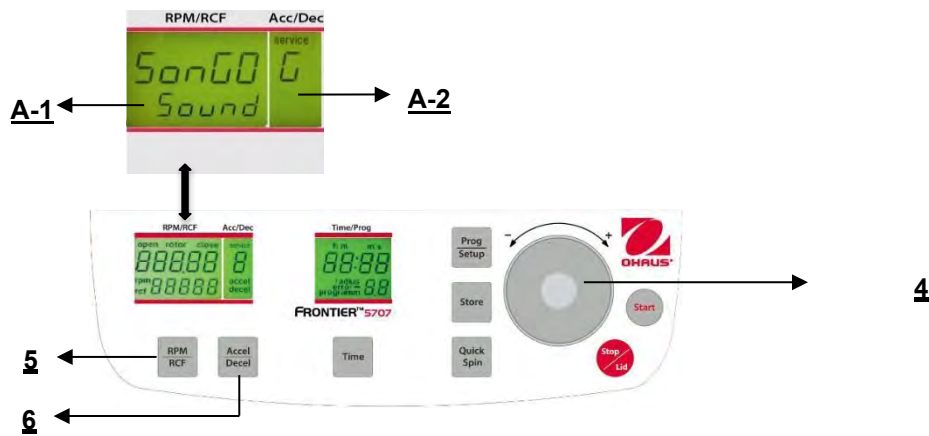

Figure. 31
Poursuivre conformément à la description du paragraphe 4.1.2 pour entrer dans ce mode de programme et appuyer ensuite sur la touche **"Accel/Decel"** (6). Sur l'affichage **"Acc/Dec"** (A-2), le mot **"Service"** clignote. Sélectionner maintenant la lettre **"G"** avec le cadran de réglage (4). Ceci entraîne l'apparition des mots **"SonGo/Sound"** sur l'affichage **"RPM/RCF"** (A-1). Après avoir appuyé sur la touche **"RPM/RCF"** (5), il est possible de sélectionner une sonorité avec le cadran de réglage (4). (voir la figure 31)